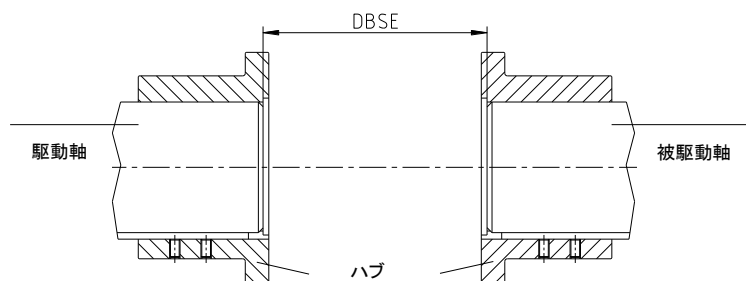

図 7: ハブの取付け
- ハブのセンタリング(リセス)の底面と軸の端面を揃えて下さい。(図 7 をご参照)。